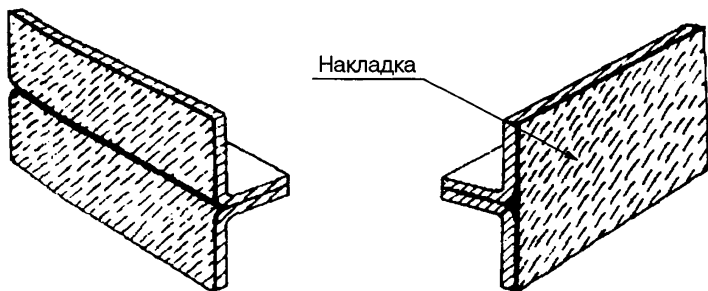

Рис. 2.8. Герметизация щели в узле со спаренными уголками
- узкие промежутки, щели и стыки внахлест — потенциальные места усиленной коррозии, возникающей от скопления влаги и грязи, включая остатки абразивов, которые использовались при подготовке поверхности. Коррозии такого вида можно избежать способом герметизации, например, накладками (рис. 2.8);